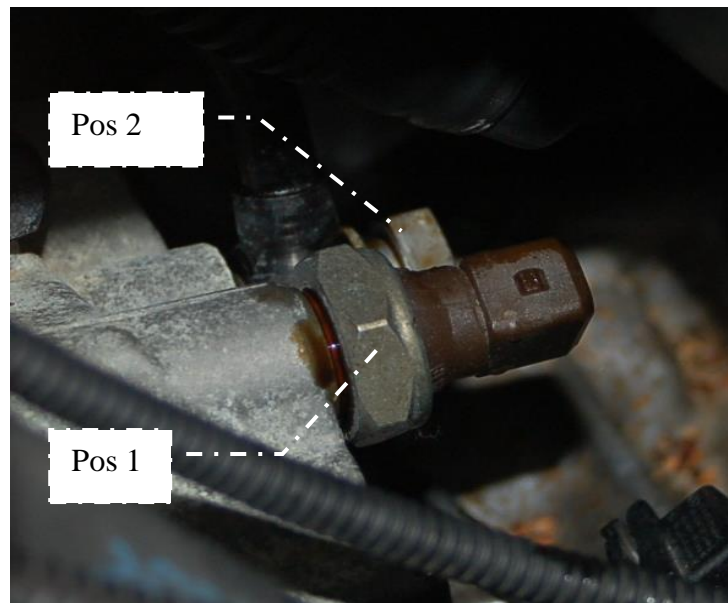

Abbildung 12: VOR dem Umbau
23. Servoölschlauch von Behälter zu Kühler mittig trennen (Abb. 12)